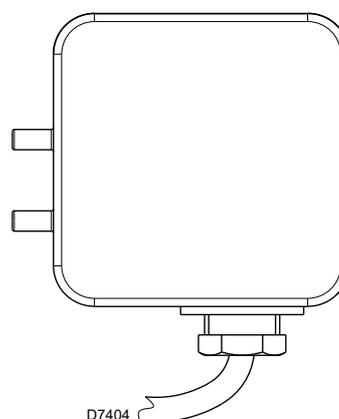

Fig. 22
- Regular el presostato aire (Fig. 22) en el inicio de la escala.
Regular el presostato de aire (Fig. 22) tras haber realizado todas las demás regulaciones del quemador con el presostato de aire regulado al inicio de la escala.